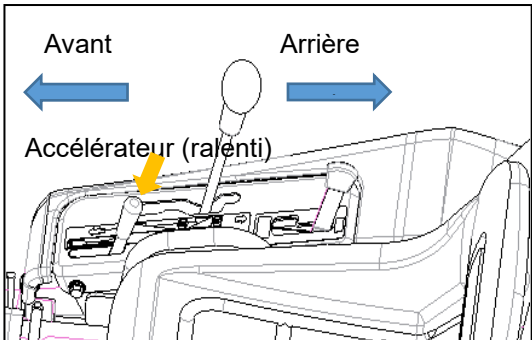

Figure 15
- **Inclinez le levier de changement de moitié vers L'AVANT et L'ARRIERE pendant 10 secondes, puis replacez-le au point mort (Figure 15)**
(Figure 15)**